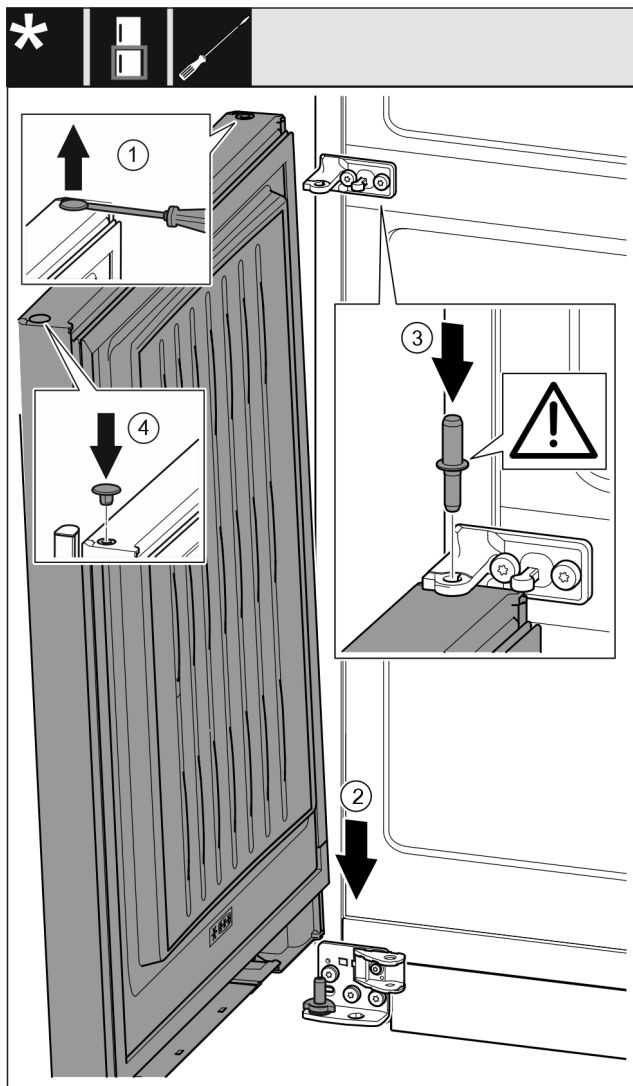

Fig. 35
- ▶ Stopfen Fig. 35 (1) vorsichtig mit einem Schlitzschraubendreher anheben und herausziehen.
- ▶ Tür Fig. 35 (2) von oben auf den unteren Lagerbolzen aufsetzen.
- ▶ Lagerbolzen Mitte Fig. 35 (3) durch Lagerbock Mitte in die untere Tür einsetzen. Dabei darauf achten, dass der Rastnocken nach hinten zeigt.
- ▶ Stopfen Fig. 35 (4) auf der anderen Türseite wieder einsetzen.